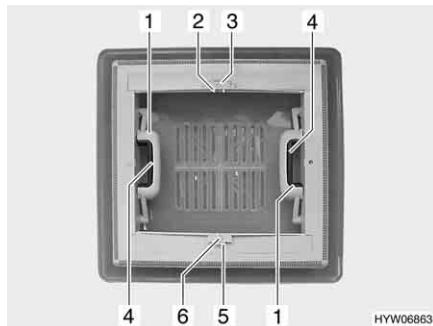

Fig. 32 Oblò a scatto
Apertura: ■ Premere la chiusura a scatto (Fig. 32,4) verso l'interno dell'oblò. Premere contemporaneamente verso l'alto l'oblò con la maniglia (Fig. 32,1).
Chiusura: ■ Tirare con forza verso il basso le due maniglie (Fig. 32,1) dell'oblò, fino a quando non scattano entrambe le chiusure.
Chiusura: ■ Premere l'arresto (Fig. 32,5) verso il lato esterno dell'oblò.
■ Tirare l'oscurante a rullo per la maniglia (Fig. 32,6) fino alla maniglia contrapposta della zanzariera a rullo (Fig. 32,2) e farla innestare.
Apertura: ■ Serrare la maniglia (Fig. 32,2). L'arresto si sblocca.
■ Ricondurre lentamente l'oscurante a rullo accompagnandolo con la maniglia (Fig. 32,6).
Chiusura: ■ Premere l'arresto (Fig. 32,3) verso il lato esterno dell'oblò.
■ Tirare la zanzariera a rullo per la maniglia (Fig. 32,2) fino alla maniglia contrapposta dell'oscurante a rullo (Fig. 32,6) e farla innestare.
■ Ricondurre lentamente la zanzariera a rullo accompagnandola con la maniglia (Fig. 32,2).